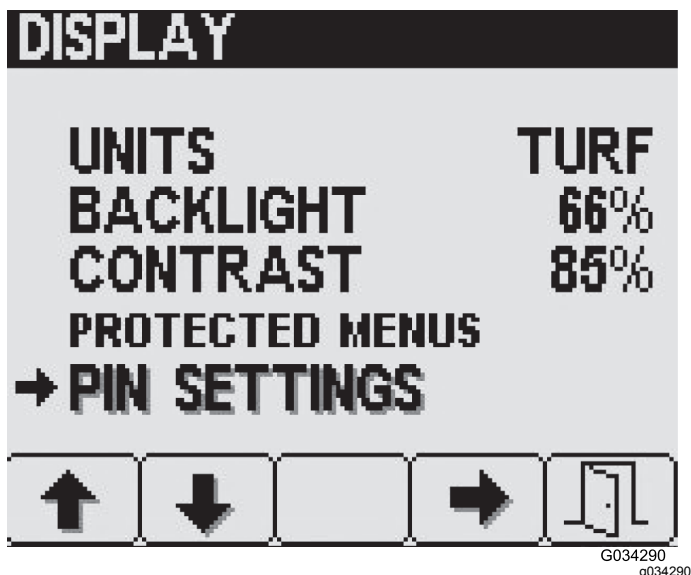

Figura 23
1. Prima os botões 1 ou 2 no ECRÃ para navegar para a opção DEFINIÇÕES DO PIN (Figura 23).
2. Prima o botão 4 para seleccionar o submenu DEFINIÇÕES DO PIN (Figura 23).